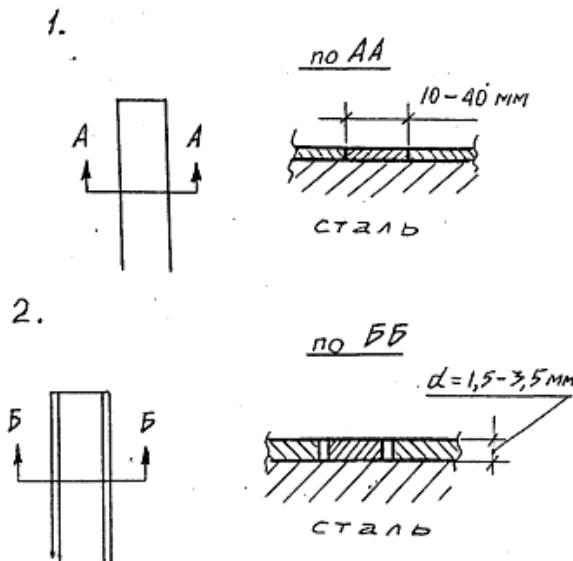

Рис.1. Вырезание полоски покрытия для отслаивания.
- Стальным ножом вырезать полосу защитного покрытия шириной от 10 до 40 мм (с погрешностью не более 0,25 мм) в зависимости от ожидаемой величины его адгезионной прочности. Для этого следует пользоваться мерительным инструментом или шаблоном. (Необходимо следить за тем, чтобы покрытие было прорезано ножом до металлической поверхности. В случае отслаивания заводского покрытия толщиной 1,5-3,0 мм и более рекомендуется прорезать покрытие дополнительно (отступив от полосы с обеих сторон 2-3 мм) и удалить образовавшиеся две узкие полоски покрытия, см. рис. 1).